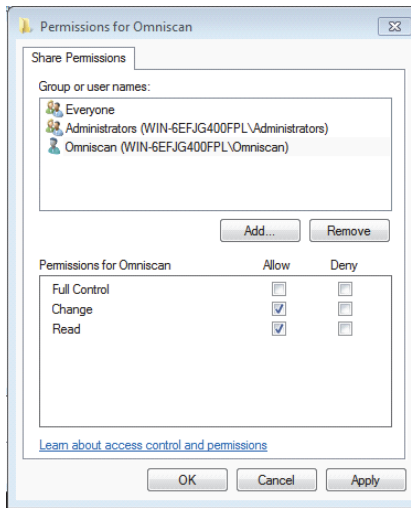

Figura 7-33 Caixa de diálogo Permissões para OmniScan (Windows 7)
14. Volte para a caixa de diálogo **Permissões do OmniScan**, selecione as caixas de verificação **Alterar** e **Ler** na coluna **Permitir** para usuário **OmniScan** e, em seguida, clique em **OK** (veja Figura 7-33 na página 243).